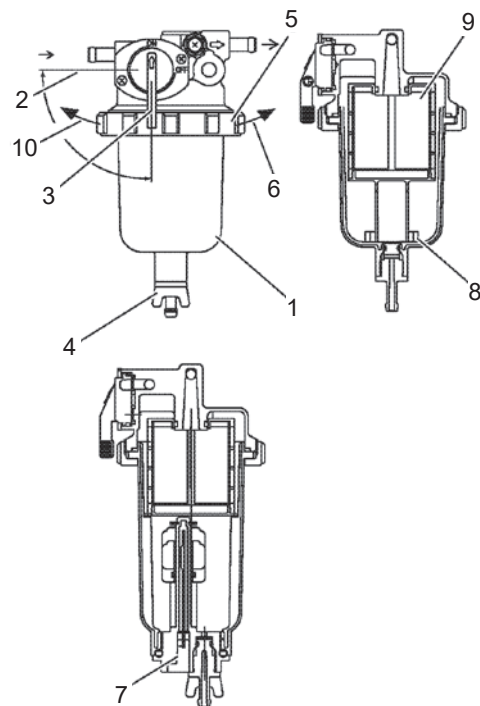

Рис.54
1. Поместите одобренную емкость под чашку (1, Рис. 54) топливного фильтра/водоотделителя для сбора загрязнений.
2. Закройте (2, Рис. 54) топливный кран (3, Рис. 54).
3. Ослабьте сливной кран (4, Рис. 54) и слейте загрязнения (см. Слив топливного фильтра/сепаратора на стр. 49).
4. Поверните стопорное кольцо (5, Рис. 54) влево (10, Рис. 54) и снимите чашку (1, Рис. 54). Если имеется, отсоедините провод датчика (7, Рис. 54) от чашки, прежде чем снимать чашку.
6. Снимите поплавковое кольцо (8, Рис. 54) с чашки. Вылейте загрязняющие вещества в контейнер и утилизируйте его надлежащим образом.
7. Очистите элемент (9, Рис. 54) и внутреннюю часть чашки. Замените элемент, если он поврежден.
11. Установите чашку на кронштейн, затянув стопорное кольцо вправо (6, Рис. 54) с моментом 11–15 фут-фунтов (15–20 Н·м, 1,5–2,0 кгс·м).
13. Откройте топливный кран (3, Рис. 54).